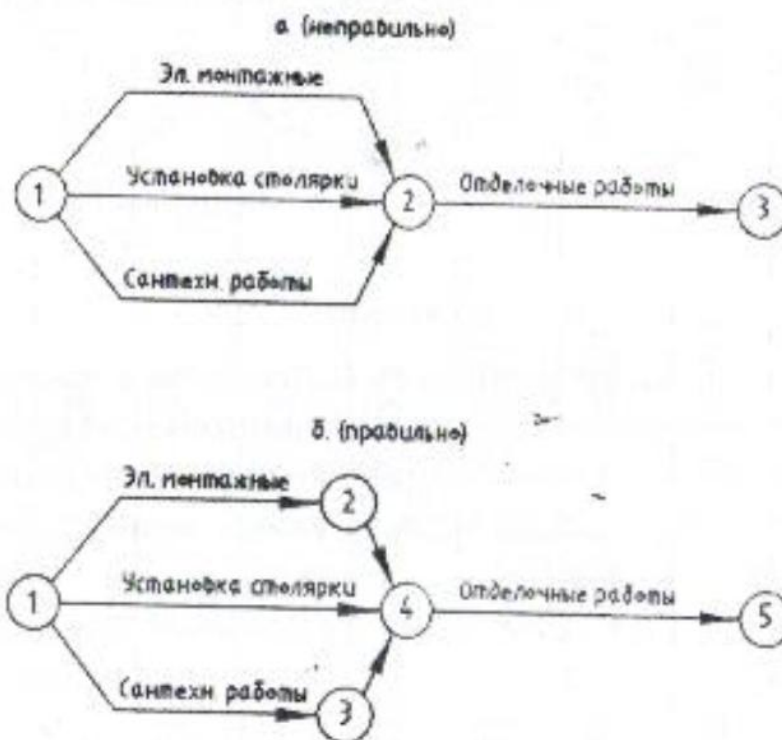

Рис.1
2. Каждая работа должна иметь свой код. Для этого при выполнении параллельных работ вводят зависимости и дополнительные события, иначе разные работы вынужденно получают одно наименование (один код) (Рис.1).